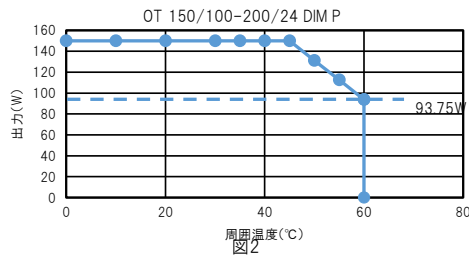

図2
- ・ 本製品の出力電力は図2のグラフに示すよう周囲温度に影響を受けます。設置環境をご確認の上ご使用ください。